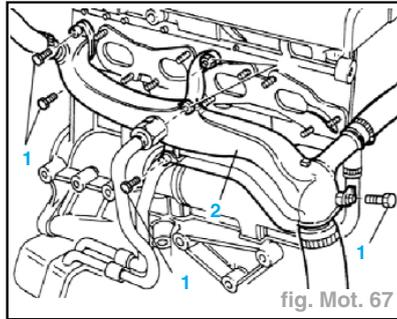

fig. Mot. 67
- Dévisser les vis et écrous de fixation (1) (fig. Mot. 67).